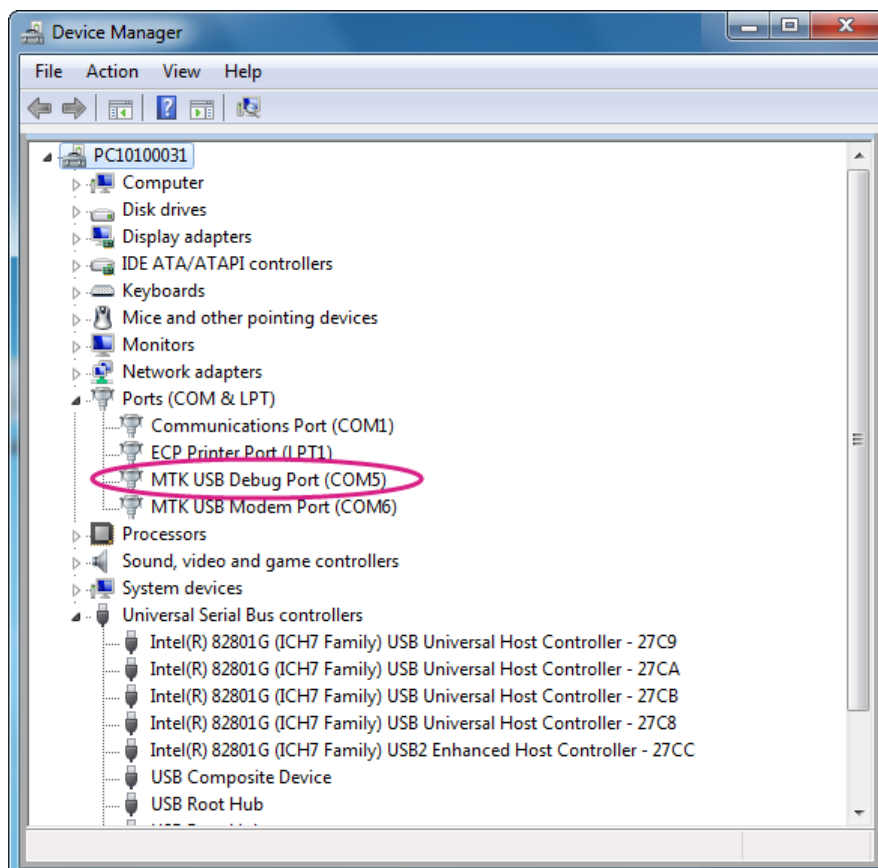

图 9 列在装置管理的 LinkIt ONE 开发板
- 4) 在**装置管理**内，浏览 **Ports (COM & LPT)**，如图 9。
- 6) 一个新的 COM 装置会在装置管理的 **Ports (COM & LPT)**底下出现，如图 9。请记住 **MTK USB Debug Port**的 COMx 串口号码，会在下一步用到。